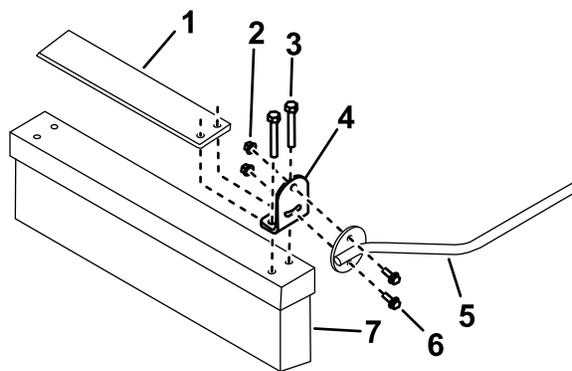

图 7
2. 用 2 个方头螺丝 5/16 x 1-1/2 英寸将刷子凸耳安装到刷子的两端。如图 7 所示调整凸耳的位置。
3. 如图 7 所示用 2 个凸缘头螺栓 1/4 x 3/4 英寸和凸缘锁紧螺母 1/4 英寸将刷杆固定到两个刷子凸耳上。